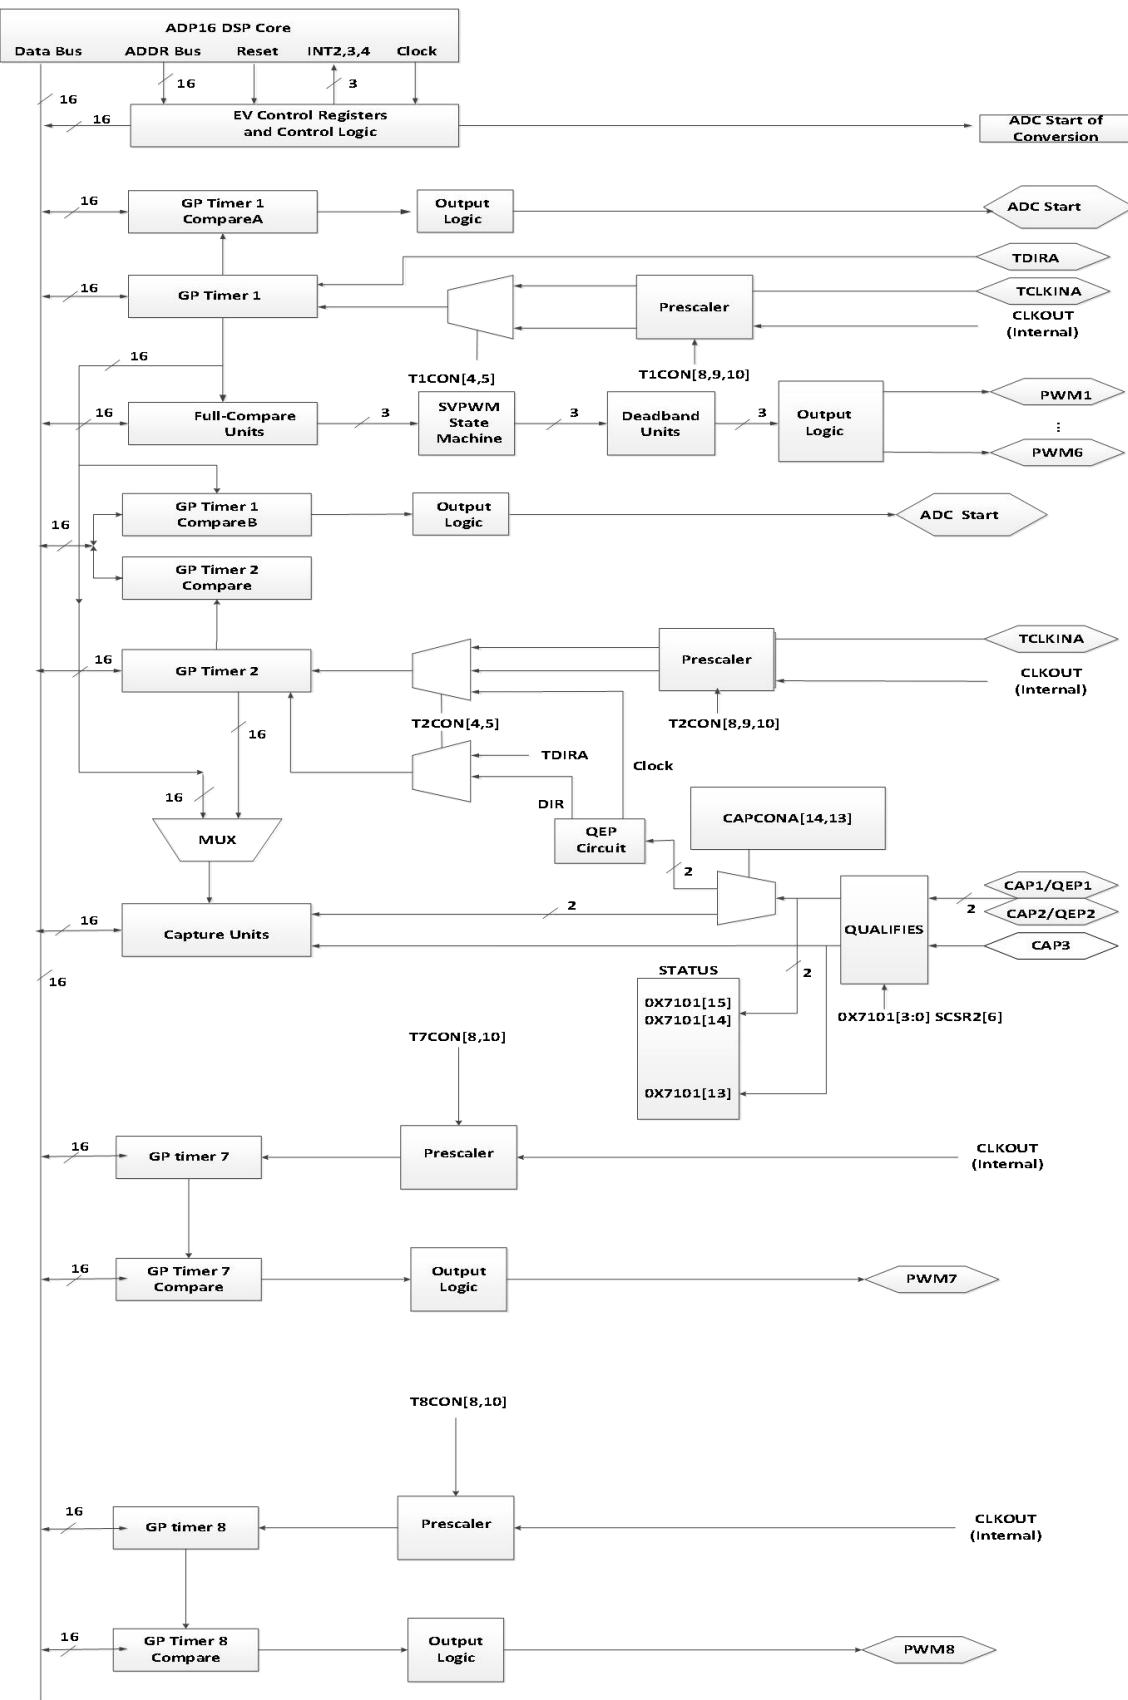

图 14-1 为事件管理器模块 (EM1) 结构框图
事件管理器模块包括通用(GP) 定时器、完全比较/ PWM 单元、捕获单元、和正交编码器脉冲(QEP) 电路。表 14-1 显示了使用的模块、信号名称、特性、功能，并且标出了 EM1 命名规则,图 14-1 为事件管理器模块 (EM1) 结构框图；